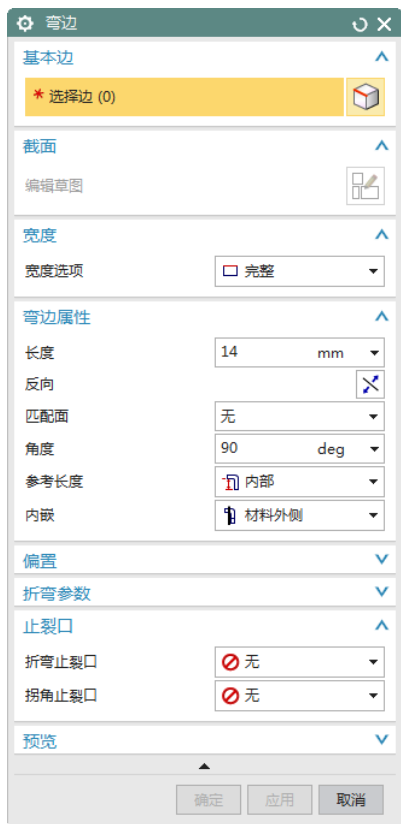

图 5-90 “弯边”对话框
(1) 选择“菜单(M)”→“插入(S)”→“折弯(N)”→“弯边(F)...”，或者单击“主页”选项卡“折弯”面组上中的“弯边”按钮, 打开图 5-90 所示“弯边”对话框。
(2) 设置“宽度选项”为完整，“长度”为 14，“角度”为 90，“参考长度”为“内部”，“内嵌”为“材料外侧”，在“止裂口”列表框中的“折弯止裂口”下拉列表框中选